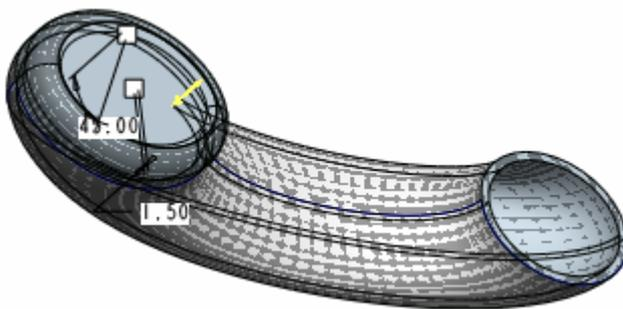

图 61-19
(5) 单击草绘命令工具栏中的  按钮，完成草图绘制。
(6) 使用  调整特征生成方向为如图 61-19 所示。